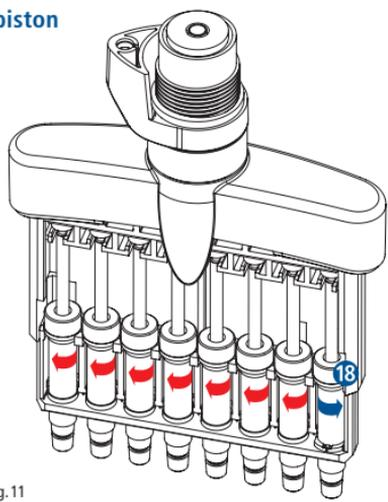

Fig. 11
- L'ensemble de piston 18 peut être dégagé de la fixation en le tournant (Fig. 11).